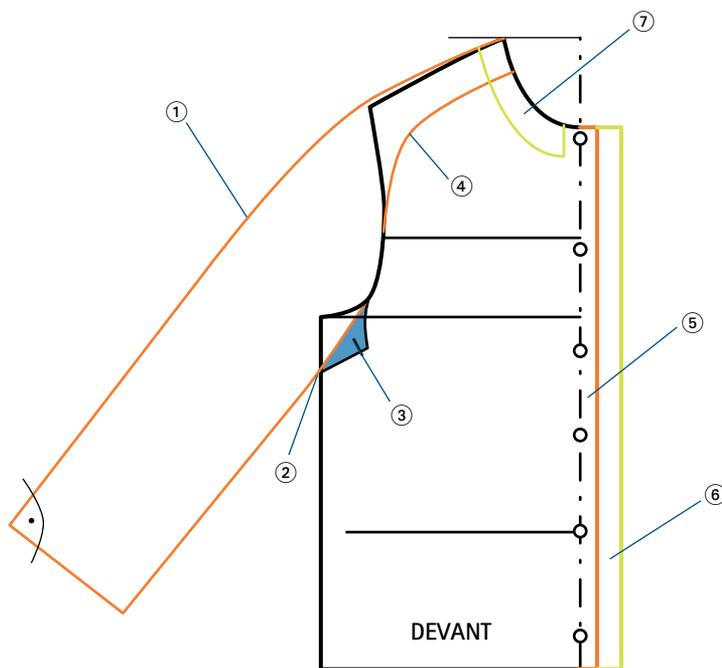

FIG. 1
- ① À partir de l'encolure, tracer la ligne du haut de la manche en suivant tout d'abord la ligne d'épaule puis en faisant un angle avec l'horizontale environ égal à 45° sur une longueur égale à la longueur de la manche; arrondir l'angle formé. Puis, sur une perpendiculaire à cette ligne de la manche, reporter la moitié de la largeur du bas de manche.
- ② Descendre l'emmanchure de 6 à 8 cm sur la ligne de côté, fermer la construction de la manche, puis avec une droite joindre le creux de l'emmanchure.
- ③ Retracer le petit triangle obtenu « en miroir » (fig. 1, en bleu).
- ④ Tracer une ligne de découpe courbe qui part de l'emmanchure, au niveau de la ligne de carrure, et rejoint l'encolure au tiers du tour d'encolure devant (ex. largeur de 10 cm environ).
⑤ Ajouter une croisure large de 2-3 cm (cette mesure dépend du diamètre des boutons et aussi de la qualité du tissu).
⑥ Puis tracer la parementure devant large de 1 cm de plus que la croisure.
⑦ Tracer une parementure d'encolure d'une largeur d'au moins 5 cm.